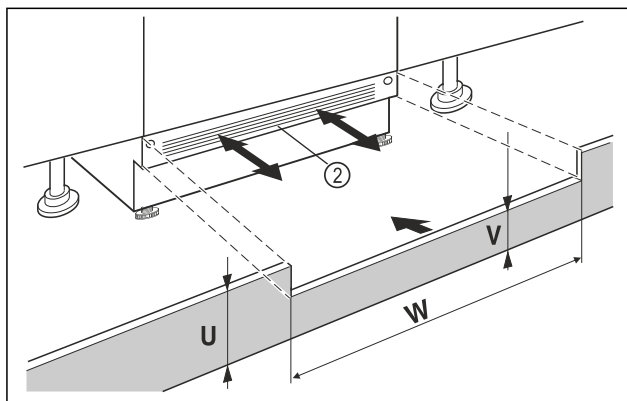

Fig. 40 Príkladné zobrazenie
- ▶ Nasadíte podstavcový kryt zariadenia Fig. 40 (2), ale ešte ho neupevňujete.
- ▶ Pri viditeľnom podstavcovom kryte Fig. 40 (2) tento potiahnite dopredu tak ďaleko, aby predná hrana vetracej mriežky a podstavcového krytu nábytku tvorili jednu rovinu.
- ▶ Pri zakrytom podstavcovom kryte Fig. 40 (2) tento posuňte úplne dozadu.
- ▶ Dávajte pozor na úplne voľnú vetraciu štrbinu: V prípade potreby prirežte výšku podstavcového krytu nábytku Fig. 40 (U)!
- ▶ Pozdĺž šírky výklenku Fig. 40 (W) prispôbte výšku medzisteny Fig. 40 (V) pod podstavcovým krytom zariadenia Fig. 40 (2).